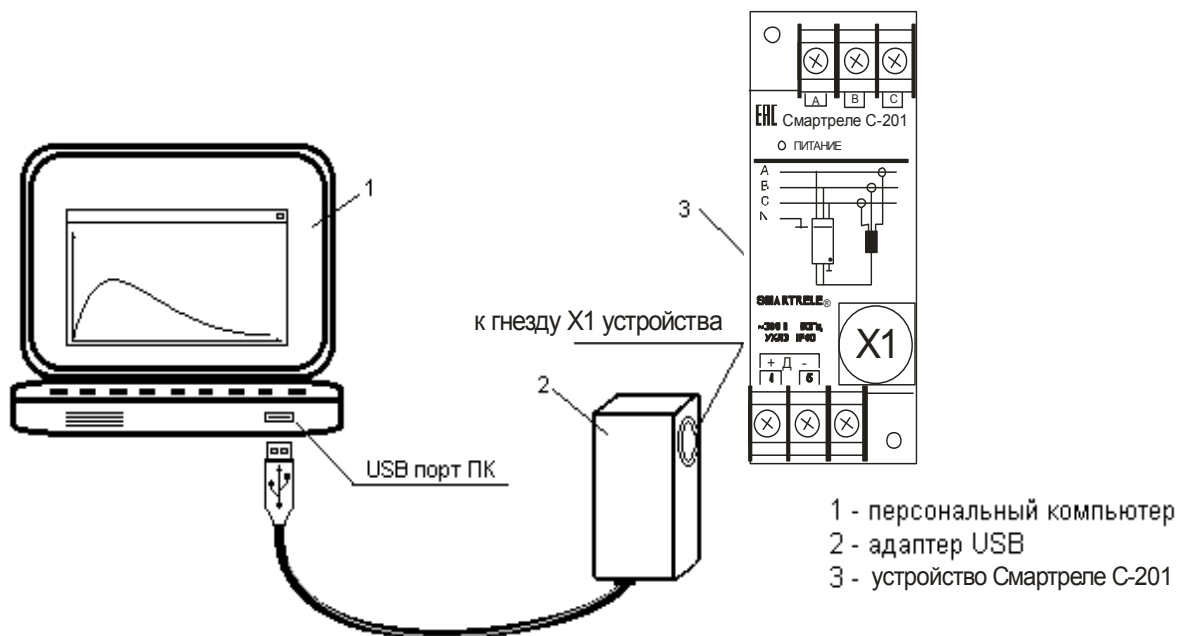

Рисунок 5 - соединение устройства СМАРТРЕЛЕ С-201 с ПК посредством Адаптера USB
4.8 Соединение устройства с ПК может быть выполнено через порт USB компьютера посредством Адаптера USB (рис.5).